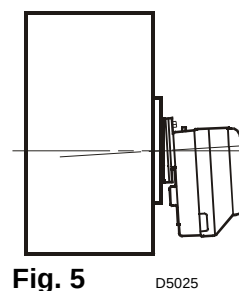

Fig. 5
N.B.: Ad installazione avvenuta verificare che il bruciatore sia leggermente inclinato come in fig. 5.